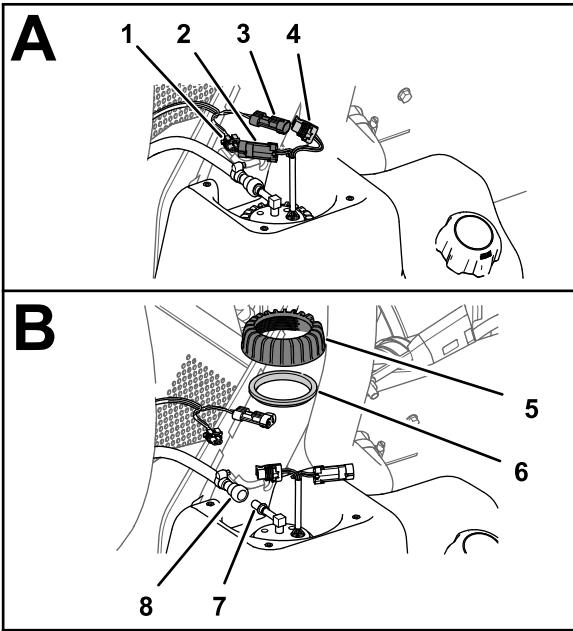

Figura 74
1. Desligue o conector de 2 bornes da cablagem da máquina do pino de 2 conectores da bomba de combustível/unidade de envio; desligue o pino de 2 conectores da cablagem da máquina do conector de 2 bornes da bomba de combustível/unidade de envio (Figura 74).
2. Deslize o acoplamento de travamento do acoplamento do tubo de combustível do encaixe da bomba de combustível/unidade de envio e retire o acoplamento e tubo do encaixe (Figura 74).
3. Rode a porca da bomba de combustível/unidade de envio no sentido anti-horário e retire a porca e o vedante (Figura 74).